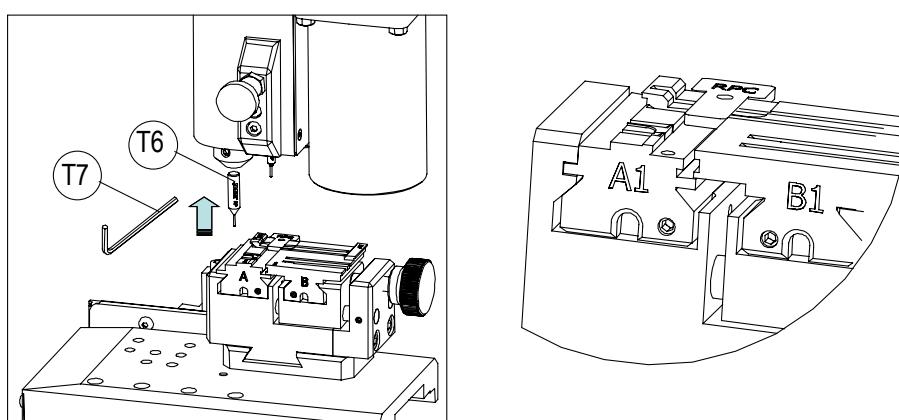

FIG. 24
- 3) Placer la plaque de réglage RPC sur la mâchoire, de l'arrière de la pince. (Fig. 24)
- 2) Placer la plaque de réglage RPC sur la mâchoire, de l'arrière de la pince. (Fig. 24)